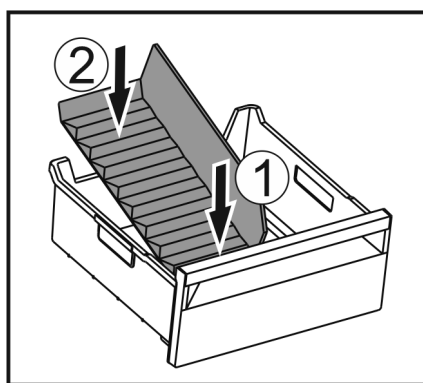

Fig. 232
- Vložte přední část přepážky přihrádky na led. Fig. 232 (1)
- Zadní část přepážky přihrádky na led spusťte až na dno zásuvky. Fig. 232 (2)